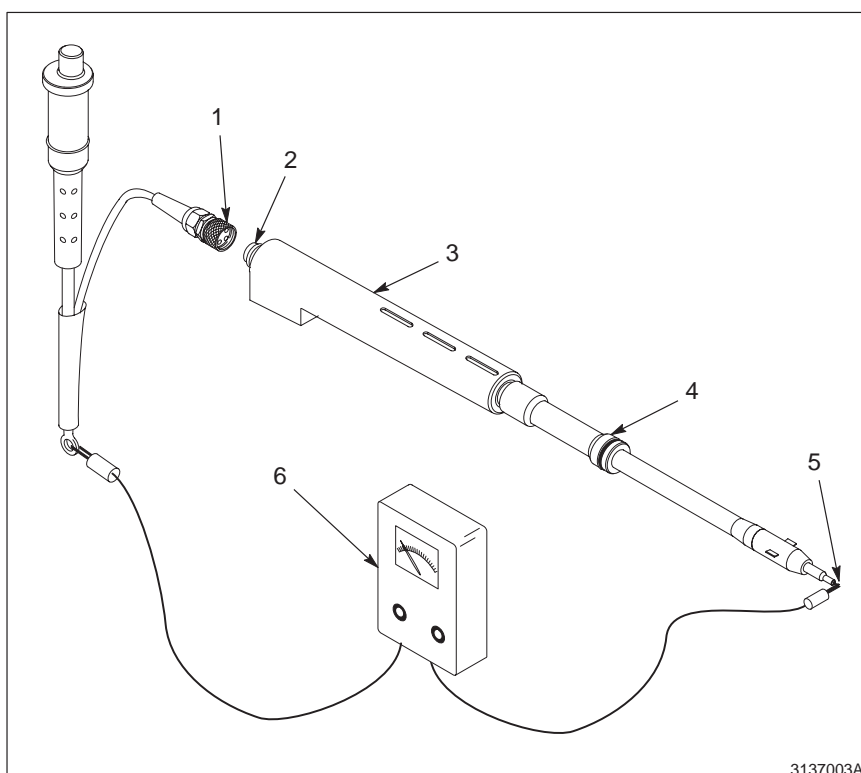

Abb. 5-1 Durchgangs- und Widerstandsprüfung des Spannungsvervielfachers
3. Siehe Abbildung 5-1. Kurzschlußstecker (1) auf den Stecker (2) des Spannungsvervielfachers stecken.
4. Prüfspitzen des Isolationsmeßgeräts (6) am geschlossenen Kabelschuh des Kurzschlußsteckers und an der Elektrode (5) anbringen. Wird als Wert unendlich angezeigt, sind die Prüfspitzen zu tauschen.
5. Das Isolationsmeßgerät sollte bei 500 V 140 bis 210 Megaohm anzeigen. Liegt der Wert nicht in diesem Bereich, Elektrode (5) vom Spannungsvervielfacher (3) abschrauben und Elektrode getrennt prüfen (siehe den Punkt *Elektrodenbaugruppe* in diesem Abschnitt). Liegt der Elektrodenwert im angegebenen Bereich, Spannungsvervielfacher auswechseln.
2. Siehe Abbildung 5-1. Elektrodenbaugruppe (4) vom Spannungsvervielfacher abschrauben.